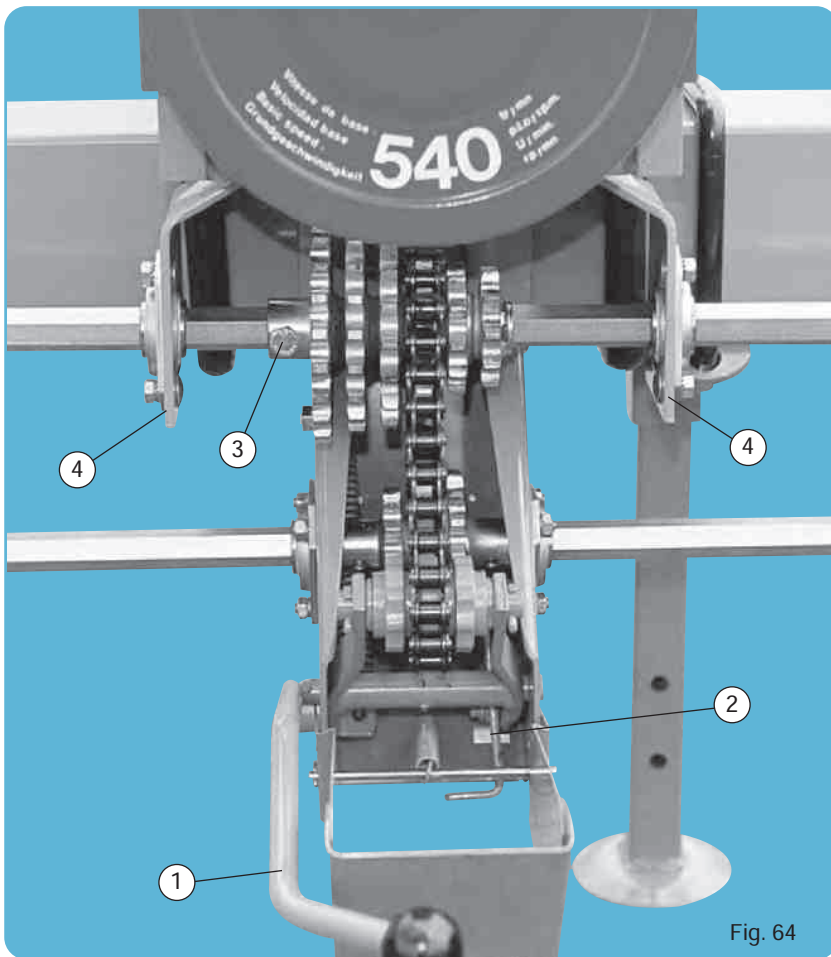

Fig. 64
- Montage normal (fig.64) pour semoir à nombre de rangs pair et inter-rangs supérieur à 45 cm.
- Montaje normal (fig. 64) para sembradora con número par de filas y distancia entre hileras superior a 45 cm.
- Normal assembly (fig. 64) for planters with an even number of rows and inter-row spacing over 45 cm (18")
- Montaggio normale (fig. 64) per seminatrice a numero di file pari e interfile superiore a 45 cm.